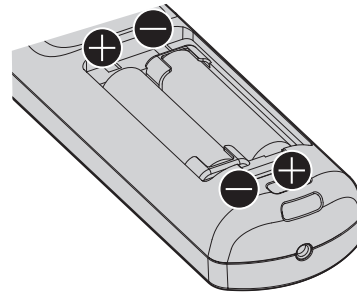

Fig. 2
- 2) **Inserire le batterie e chiudere il coperchio (inserire prima il lato $\ominus$). (Fig. 2)**